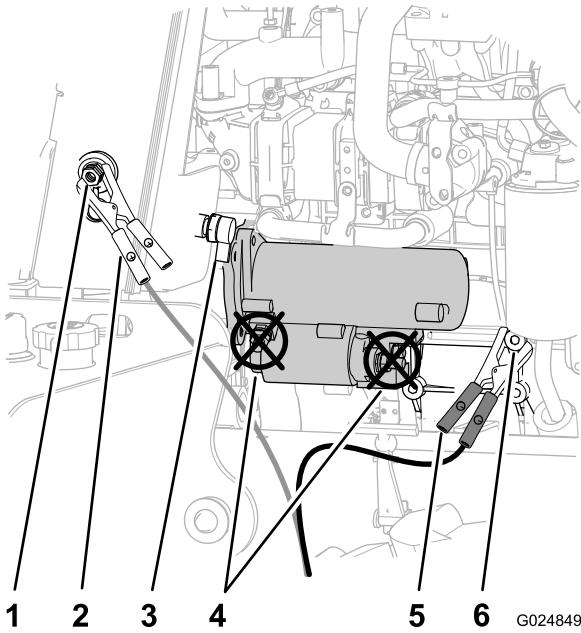

Figura 83
4. Togliete il coperchio dal morsetto di avviamento (Figura 83).
- Collegate il cavo portatile positivo (+) al morsetto di avviamento (Figura 83).
- Collegate il cavo portatile negativo (-) al punto di terra, quale il dado nel punto rotante dell'alternatore (Figura 83).